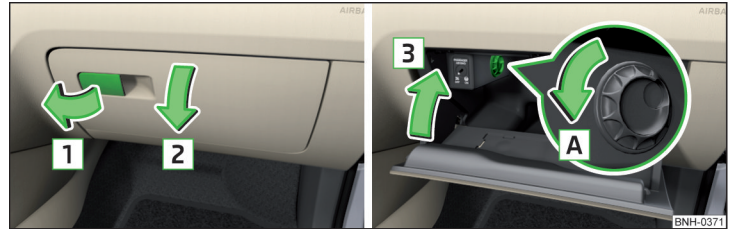

Abb. 77 Ablagefach öffnen / Ablagefach schließen und Luftzufuhr öffnen
- Den Griff in Pfeilrichtung **1** » Abb. 77 ziehen.
- Den Deckel in Pfeilrichtung **3** schwenken, bis dieser hörbar einrastet » Abb. 77.
- Durch das Drehen des Drehschalters in Pfeilrichtung **A** bis zum Anschlag wird die Luftzufuhr **geöffnet** » Abb. 77.